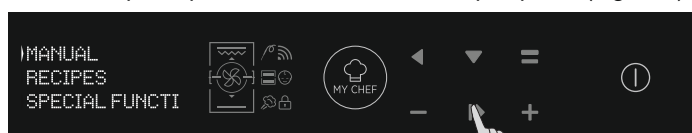

Figura 7
- Premere il pulsante OK quando la freccia sul display è su MANUALE per impostare una cottura in 3 semplici passi. (Figura 7)